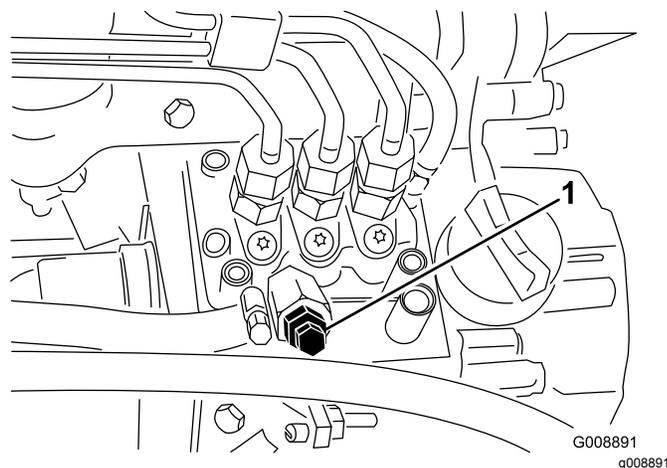

Рисунок 42
4. Выверните продувочный винт насоса для впрыска топлива (Рисунок 42).